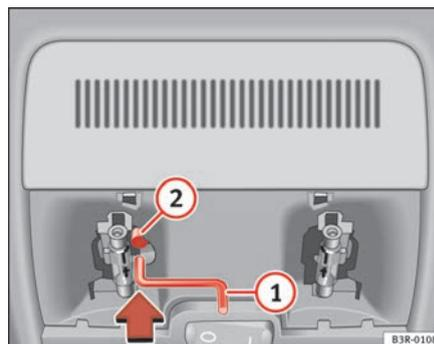

Fig. 84 Détail du ciel de pavillon : manivelle pour commande de secours ▶
- Insérez la manivelle **1** jusqu'en butée ⇒ page 118, fig. 84 dans l'alésage hexagonal **2**.